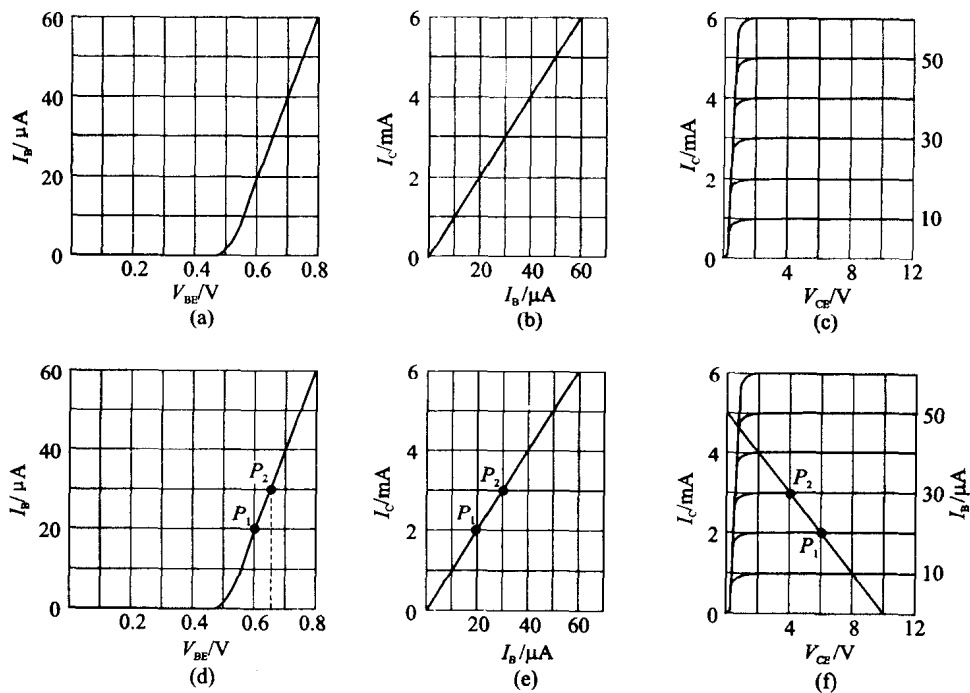

图 1-21 晶体三极管的静态特性曲线
(2) 根据图 1-21(d)所示特性曲线, $V_{BE} = 0.6 \text{ V}$ 与曲线交点 P_1 所对应的基极电流 $I_B = 20 \mu\text{A}$; 根据图 1-21(e)所示特性曲线, $I_B = 20 \mu\text{A}$ 与曲线交点 P_1 所对应的集电极电流 $I_C = 2 \text{ mA}$ 。
(3) 根据图 1-21(f)所示特性曲线, 负载线 ($I_C = 0$ 时, $V_{CE} = 10 \text{ V}$; $V_{CE} = 0$ 时, $I_C = V_{CC}/R_C = 10 \text{ V}/2 \text{ k}\Omega = 5 \text{ mA}$) 与交点 P_1 所对应的集电极发射极间电压 $V_{CE} = 6 \text{ V}$ 。
(4) 再根据图 1-21(f) 所示曲线与负载线交点 P_2 相交点 ($V_{CE}=4\text{ V}$) 时, P_2 点对应的集电极电流 $I_C=3\text{ mA}$ 即可。再根据图 1-21(e) 所示曲线, 要使集电极电流 $I_C=3\text{ mA}$, 基极电流 $I_B=30\text{ }\mu\text{A}$ 即可。再根据图 1-21(d) 所示曲线, 为使基极电流 $I_B=30\text{ }\mu\text{A}$, 需要 $V_{BE}=0.65\text{ V}$ 偏置电压 (P_2 点对应的电压)。